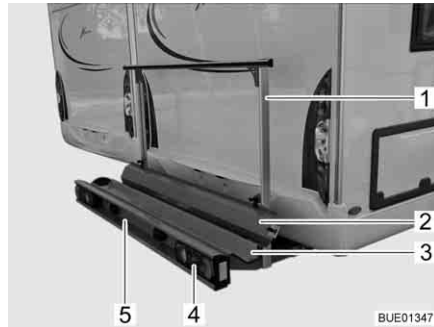
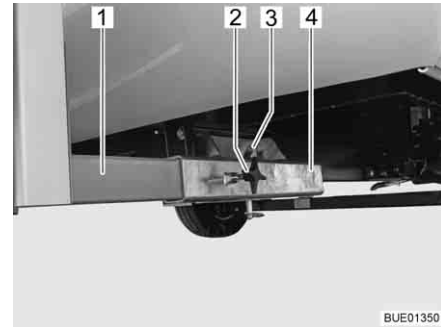

Bild 9 Lasthållare
Bild 10 Fäste på fordonet
Lasthållaren (Bild 9) är avsedd för en motorcykel eller en moped med en vikt på upp till 130 kg.
- Bärplatta (Bild 9,3) och hållbygel (Bild 9,1) med fäste på fordonet (Bild 10)
- Bakljus (Bild 9,4)
- Nummerplåtsbelysning (Bild 9,5)
- Uppkörningssskena (Bild 9,2)
Lasthållarens två längsgående balkar (Bild 10,1) fixeras med vingskruvar (Bild 10,2) i fyrkantfästena (Bild 10,4) i fordonsgolvet. Lasthållaren säkras med en sprint (Bild 10,3) med låsring.